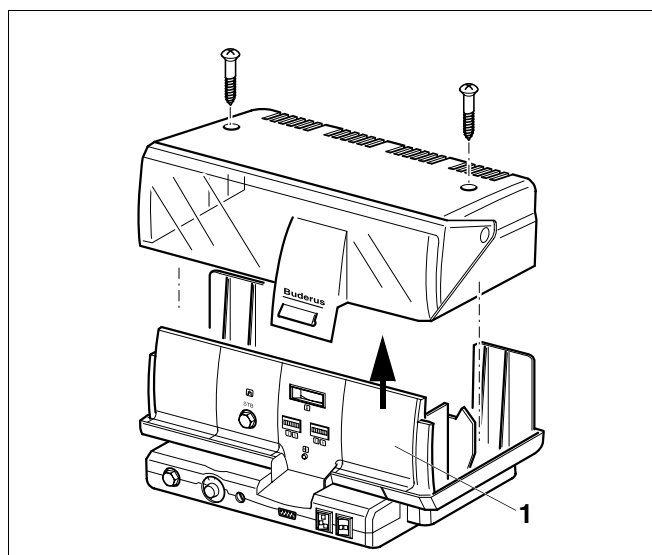

Рис. 2 Система управления с поднятой крышкой
- Отверните оба винта на крышке прибора и снимите ее (рис. 2 )
- Снимите фальш-панель (рис. 2, поз. 1).